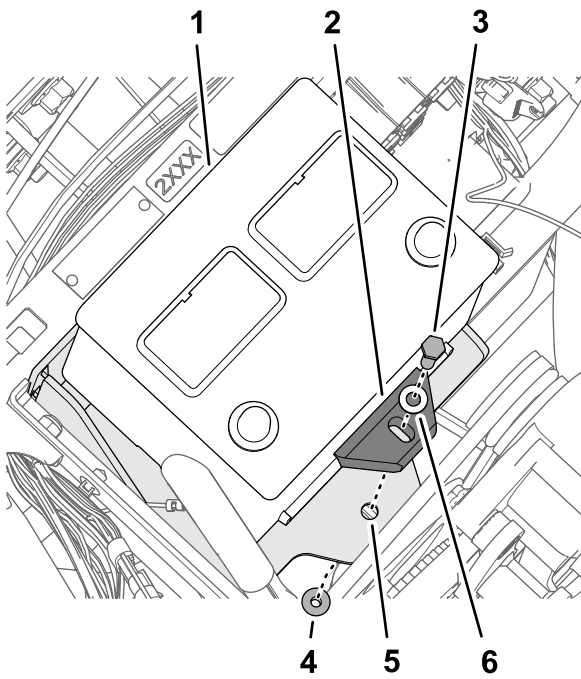

Рисунок 177
5. Установите аккумуляторную батарею на кронштейн аккумуляторной батареи, закрепив с помощью болта (5/16 x $1\frac{3}{4}$ дюйма), шайбы (5/16 дюйма), держателя аккумуляторной батареи и фланцевой контргайки (5/16 дюйма), как показано на Рисунок 177.